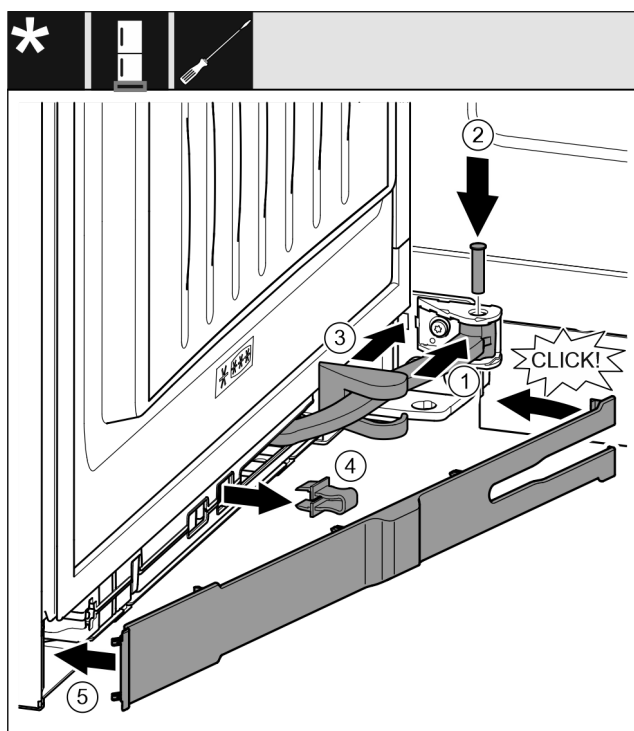

Fig. 49
- ▶ Forgassa a felfüggesztésbe a csuklót Fig. 49 (1).
- ▶ Helyezze a felfüggesztésbe és a csuklóba a csapszeget Fig. 49 (2) egy csavarhúzóval. Közben ügyeljen arra, hogy a reteszelő bütyök megfelelően illeszkedjen a horonyba.
- ▶ Tolja el a csapágybak fedelét Fig. 49 (3) a csukló mentén, és szerelje a felfüggesztés fölé.
- ▶ Vegye le a biztosítékot Fig. 49 (4).
- ▶ Helyezze fel a takarólemezt Fig. 49 (5), a fogantyú felőli oldalon és fordítsa be.